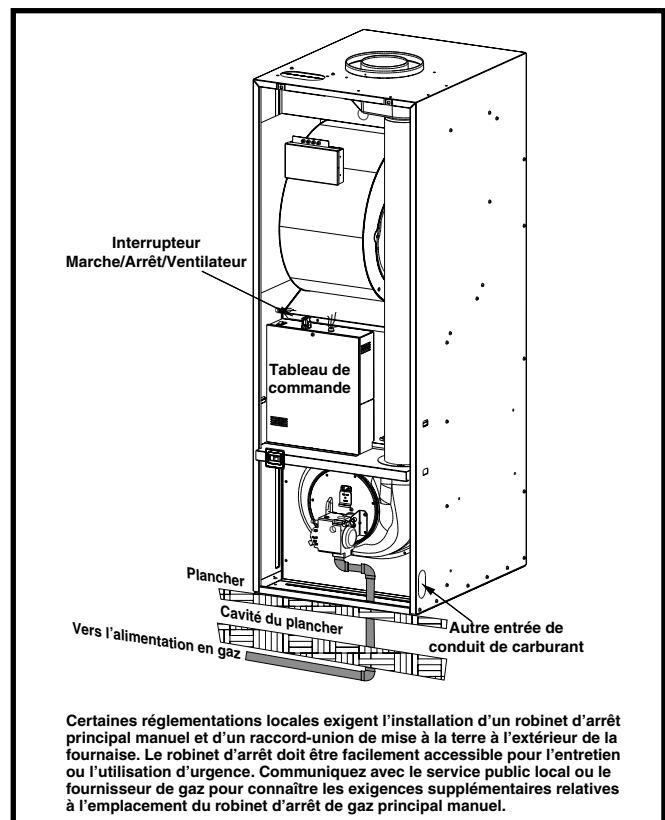

Figure 27. Tuyauterie typique de gaz
Cette fournaise peut être installée avec une entrée de gaz sur la gauche, la droite ou le dessous. Au moment de raccorder l'alimentation en gaz, prévoyez un dégagement entre la conduite d'alimentation de gaz et le trou d'entrée dans le boîtier de la fournaise pour éviter les bruits non désirés ou les dommages à la fournaise. Le branchement typique du gaz pour cette fournaise est montré à la Figure 27.
- Certaines réglementations locales exigent l'installation d'une valve d'arrêt principal manuel et d'un raccord-union de mise à la terre à l'extérieur de la fournaise. Voyez la Figure 27. La valve d'arrêt doit être facilement accessible pour l'entretien ou l'utilisation d'urgence. Communiquez avec le service public local ou le fournisseur de gaz pour connaître les exigences supplémentaires relatives à l'emplacement du robinet d'arrêt de gaz principal manuel.
- Les installations de conduites de carburant autres que les installations typiques montrées dans la Figure 27 et la doivent respecter les dispositions relatives aux conduites de carburant de la Norme fédérale de construction et de sécurité des maisons préfabriquées (H.U.D. Titre 24, Partie 3280) et le National Fuel Gas Code (ANSI-Z223.1/NFPA-54).
- Des bouchons (1/8 po NPT) pour connexion de jauge sont présents sur la soupape de gaz. Consultez la Figure 27 pour les emplacements.
Cette fournaise peut être convertie du gaz naturel, réglé en usine, au gaz de pétrole liquide. La conversion de cette détendeur requiert le remplacement des orifices du brûleur sur le collecteur et le réglage du bouchon du régulateur sur le côté marqué LP (GPL). Les orifices requis pour la conversion sont fournis avec la fournaise. Voyez la Figure 27.
6. Dévissez le bouchon du régulateur de pression et cherchez les lettres NAT ou LP. Voyez la Figure 27 (page 17).
1. Retirez le bouchon de pression d'entrée du côté ENTRÉE de la valve de gaz avec une clé Allen 3/16. Voyez la Figure 27.